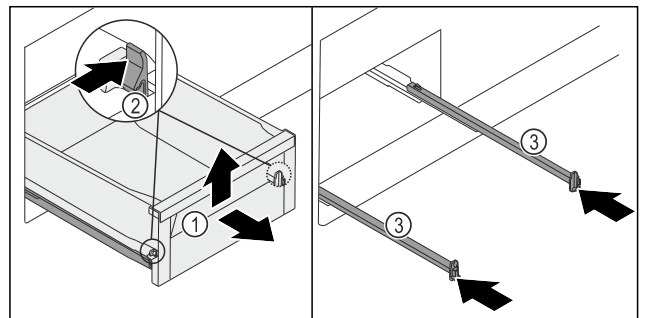

Fig. 127
- Schubfach Fig. 127 (1) bis zum Anschlag herausziehen.
- Klemme Fig. 127 (2) links und rechts gleichzeitig nach innen drücken.
- Schubfach Fig. 127 (1) löst sich von den Schienen.
- Schubfach Fig. 127 (1) vorne hochheben.
- Schubfach Fig. 127 (1) nach vorne entnehmen.
- Schienen Fig. 127 (3) einschieben.